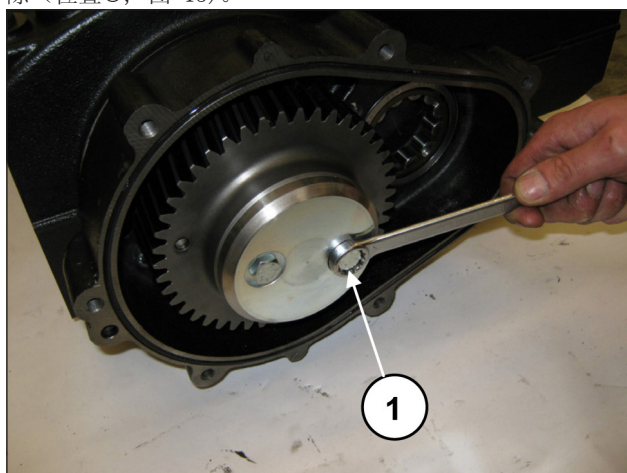
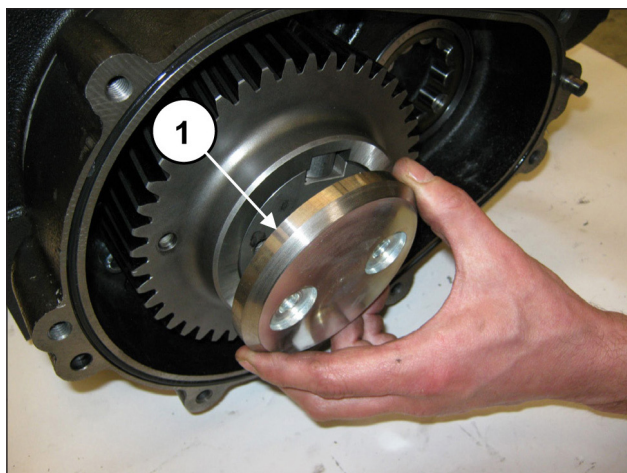

图 12
图 13
拧松固定冠齿轮止动件（位置①，图 12）的螺栓并将之拆除（位置①，图 13）。